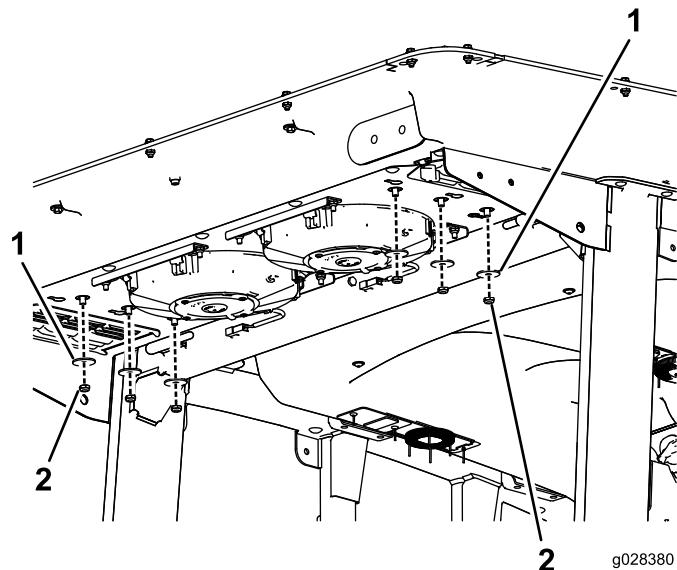

Figura 94
- Retire las 6 tuercas y arandelas de la parte inferior de la parte trasera de la cabina (Figura 94).